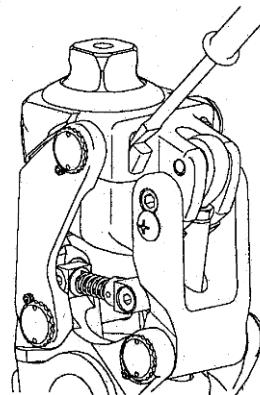

Fig. 12 :
**b) Butée de flexion en caoutchouc (figure 12)**